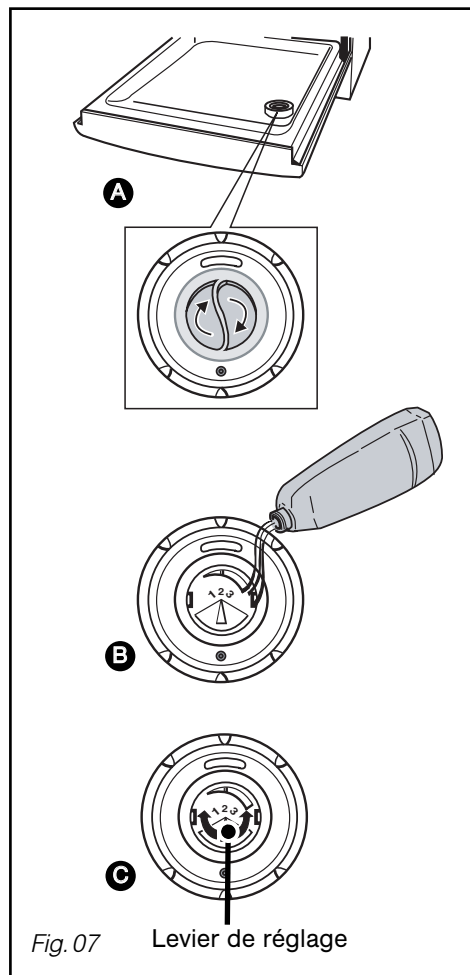

Fig. 07
• Le produit de rinçage (Fig. 07)
Après quelques cycles et en cas de mauvais séchage ou de traces, nous vous conseillons d'augmenter le réglage en tournant le levier (fig 07 ) sur la position 3.